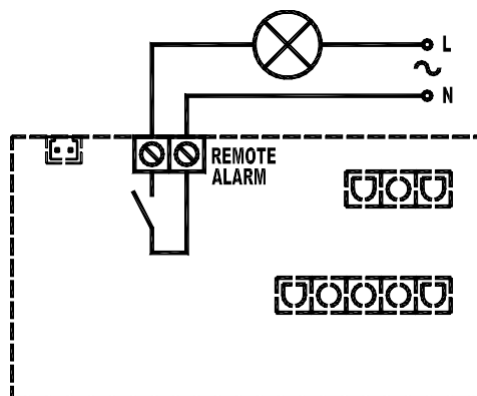

Рис. 2
3. Подключите устройство сигнализации к зажимам, показанным на рис. 2.